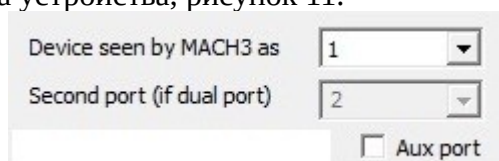

Рисунок 11.
5.3 Панель определения номера устройства, рисунок 11.